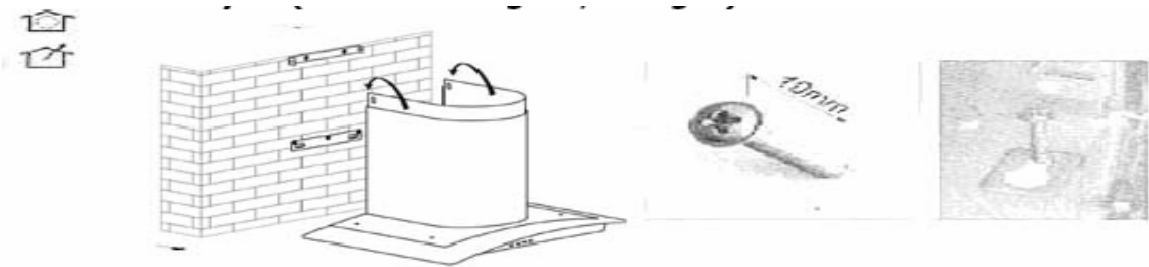

Рис. 4
4. В отверстия вставьте растяжные вставки (шпонки) и закрутите до половины винты (смотрим рис. 4).